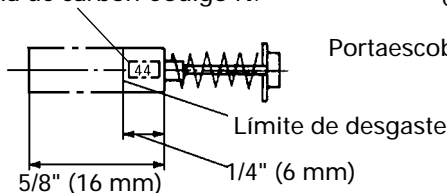

Fig. 13
2. Inspección de las escobillas de carbón (Figs. 13 y 14)
Si las escobillas se desgastan excesivamente, podrían producirse averías en el motor. Por consiguiente, inspeccione periódicamente las escobillas, y reemplácelas cuando lleguen a la línea de límite de desgaste, como se muestra en la Fig. 13.